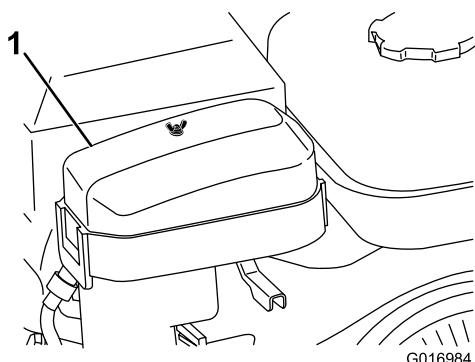

図 24
2. エアクリーナカバーの蝶ナットを取り、カバーを外す（図 24）。